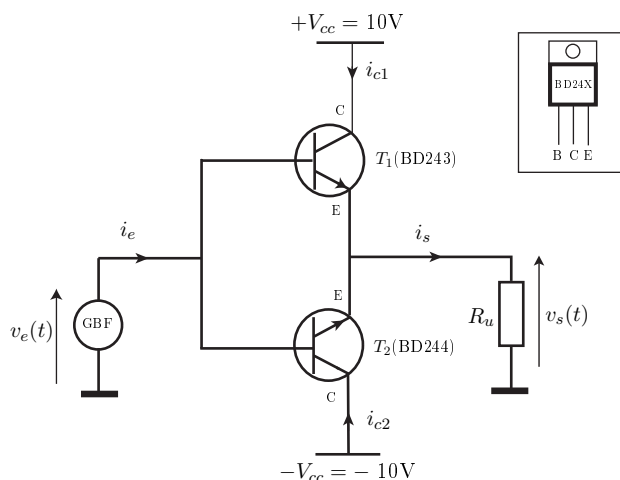

FIGURE 10.1 – Montage amplificateur Push-Pull
- ☞ Réaliser le montage de la figure 10.1 où  $v_e(t)$  est une tension sinusoïdale alternative de fréquence  $f = 1$  kHz, d'amplitude  $V_{em}$  réglable et  $R_u = 10$  k $\Omega$ .